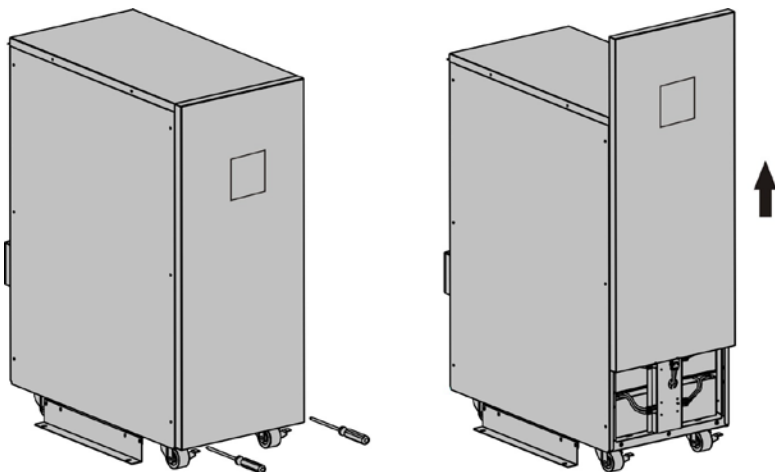

Fig. 8-1 Remplacement facile des batteries. Etape 1.
- 1) Retirer le panneau avant et déconnecter le connecteur sur le panneau d'affiche. Voir Fig. 8-1.